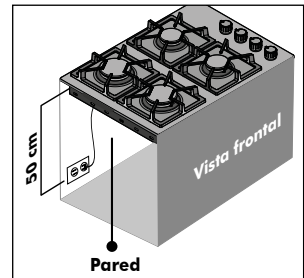

Figura 7
- La distancia mínima entre tomacorriente y la entrada de gas del producto debe ser de 50 cm (Ver figura 7).